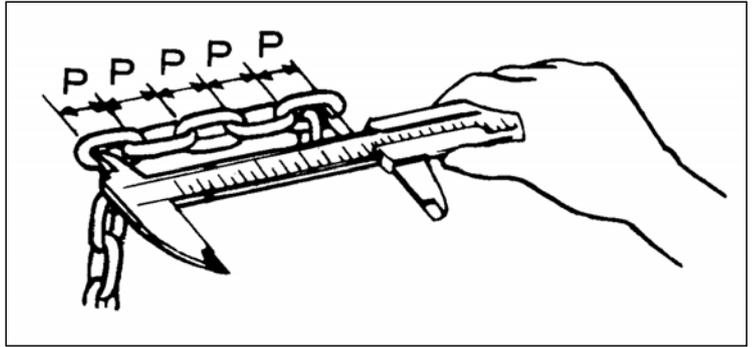

Fig. 7 Kettingafmetingen controleren
**Controle van de kettingafmetingen** (zie Fig. 7 en Tabel 3)